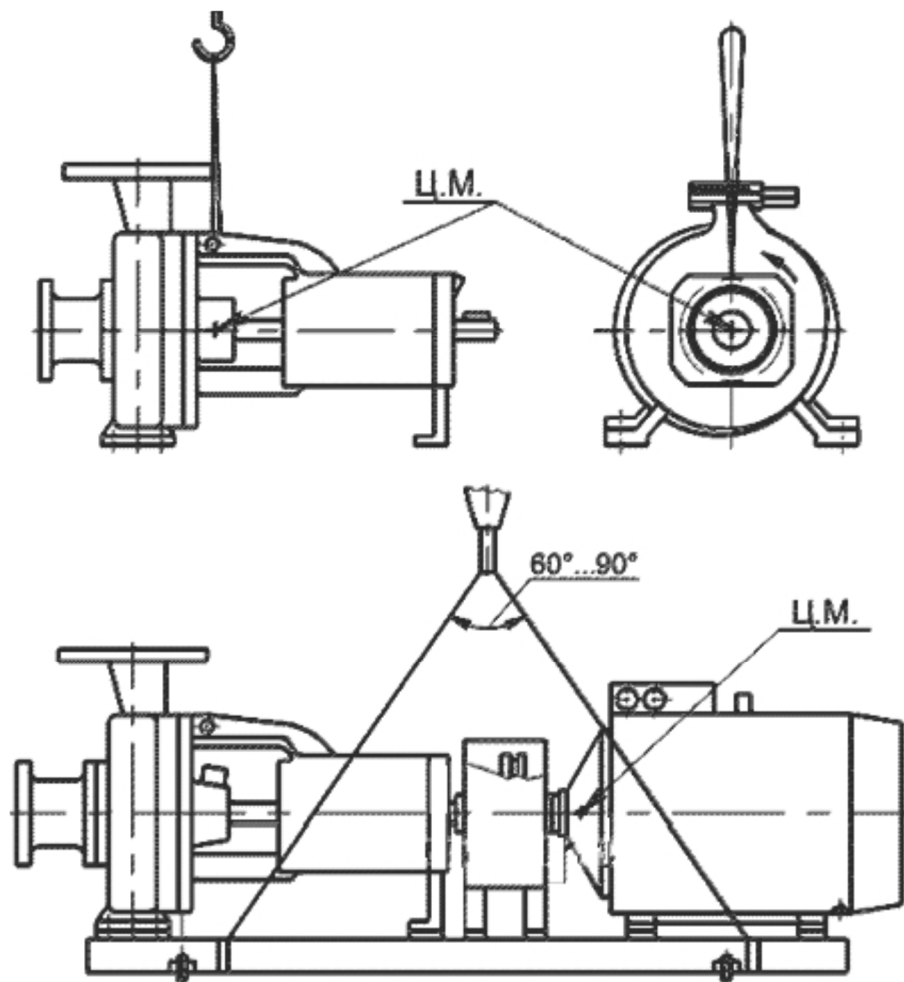

Рисунок 1 Схема строповки насоса
При подъеме агрегата электронасосного NISO/NIS/NISF строповку производить по схеме приведенной на рис. 1.
**ЗАПРЕЩАЕТСЯ ПОДНИМАТЬ АГРЕГАТ ЭЛЕКТРОНАСОСНЫЙ NISO/NIS/NISF ЗА МЕСТА, НЕ ПРЕДУСМОТРЕННЫЕ СХЕМОЙ СТРОПОВКИ (см. рис. 1)!!!**
- установить агрегат насосный на раме на заранее подготовленный фундамент (схему строповки см. рис. 1);